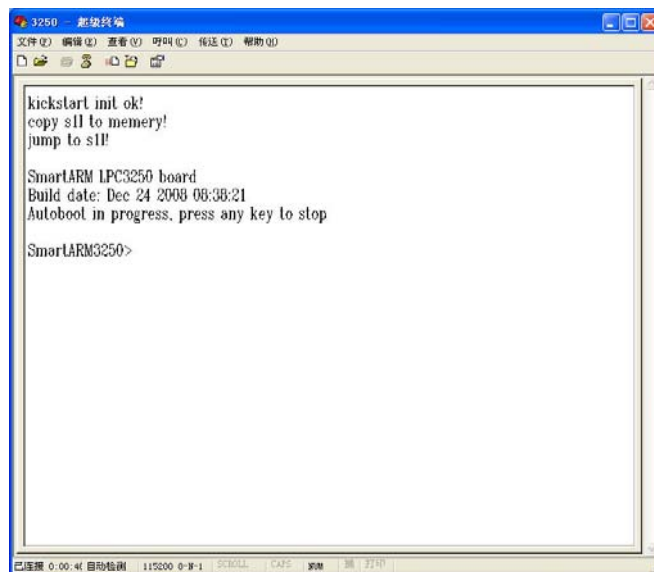

图 3.1 烧写 EBOOT
1. 用串口线连接 SmartARM3250 实验开发平台上的调试串口（UART5）和 PC 机，在 PC 机上打开超级终端（“开始” -> “所有程序” -> “附件” -> “通讯” -> “超级终端”），建立一个名为 COM 的连接，选择连接时使用 COM1，串口参数配置如下：波特率为 115200，数据位为 8，停止位为 1，无校验，无流控制。然后给实验平台上电，同时不断的按键盘上的任意键，直到超级终端中出现如图 3.1 所示的界面。